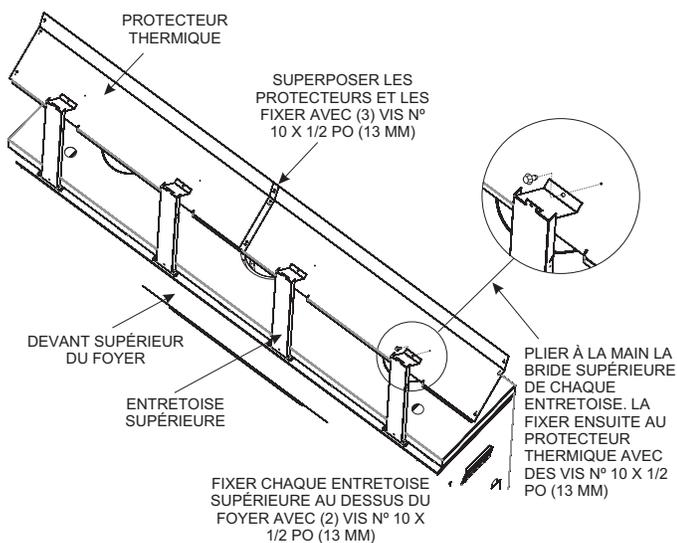

Figure 26
2. Installer la **première** entretoise supérieure et le protecteur de linteau sur le dessus du foyer et le linteau de l'ossature. **Voir Figure 26.**